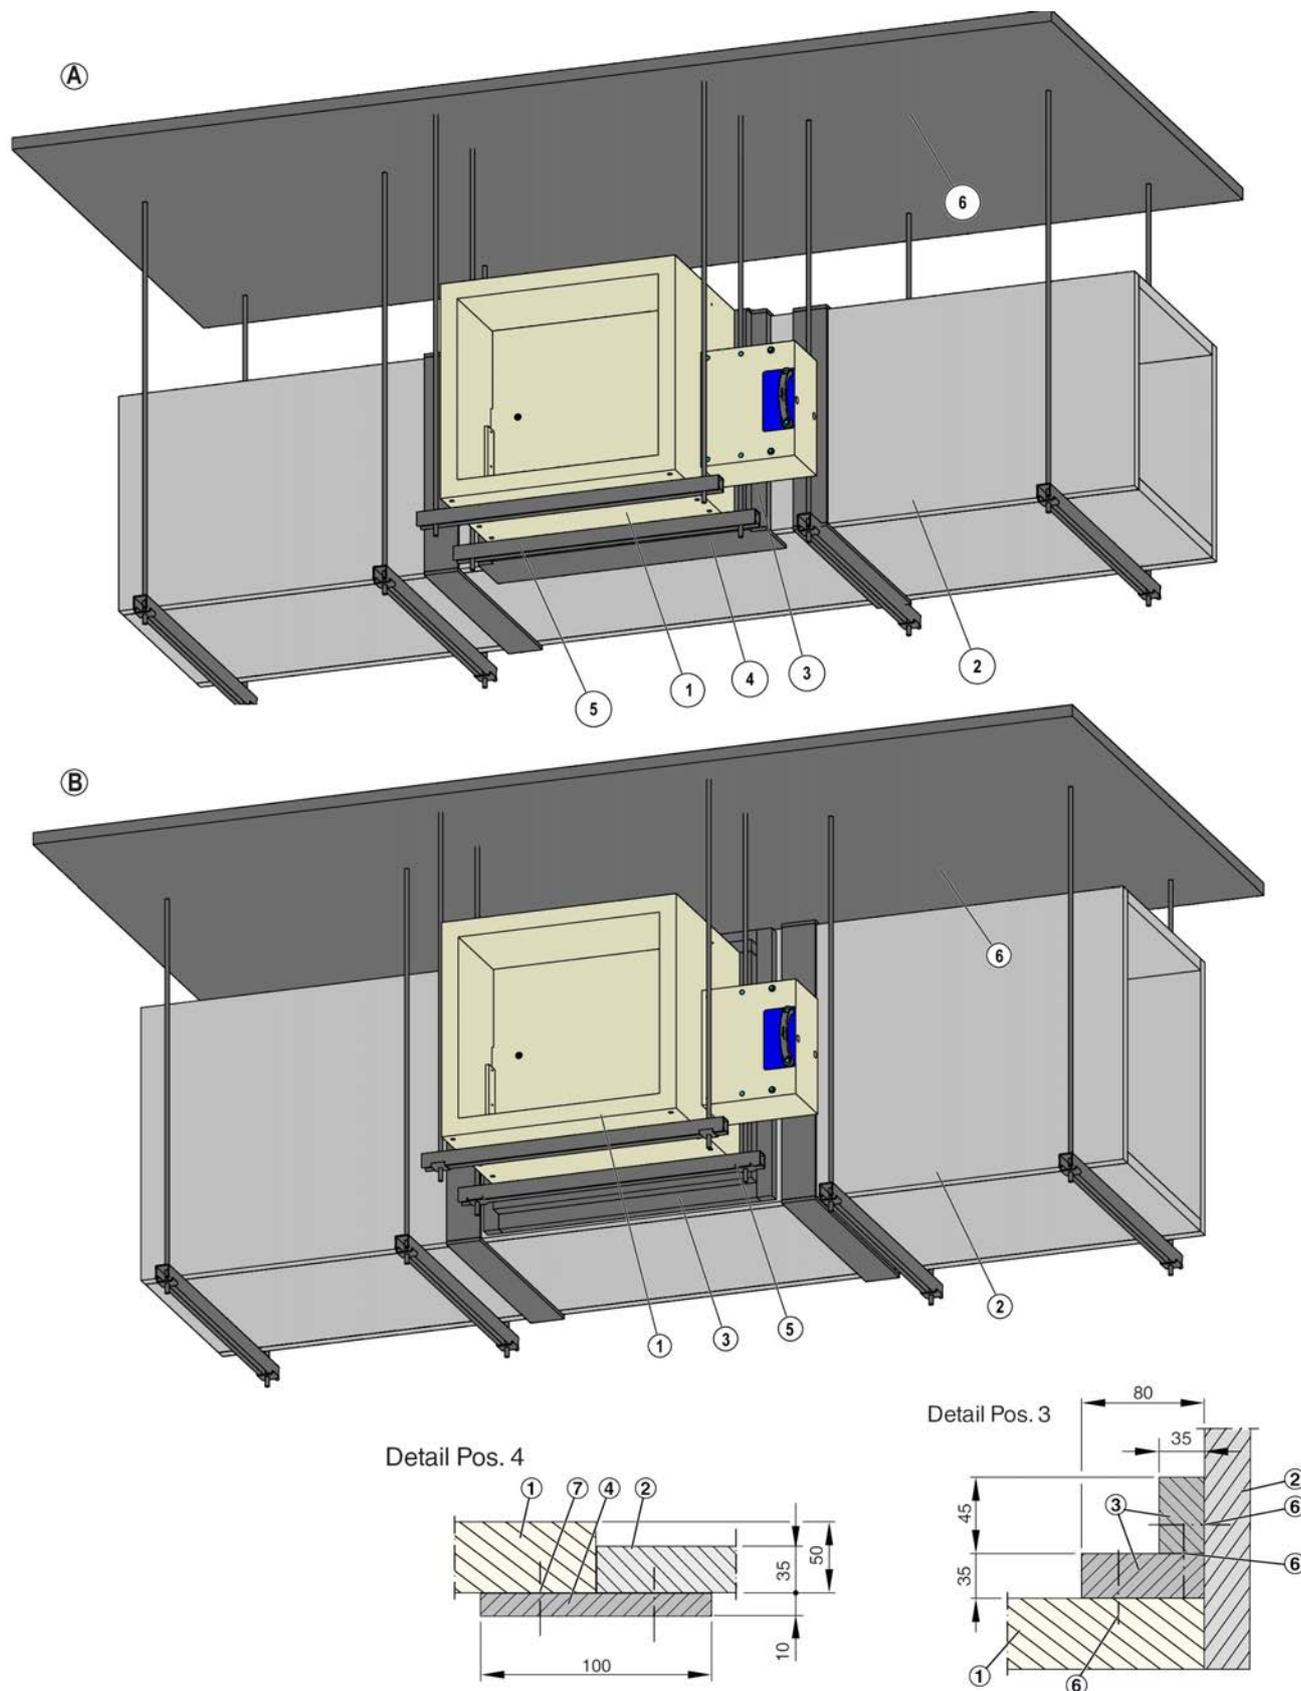

Fig. 21: Montage sur des gaines d'extraction de fumée horizontales résistantes au feu, indice de classement : v_{ed}
- ▶ Raccorder la gaine d'extraction de fumée résistante au feu au volet de désenfumage en plaçant une cornière (Voir la Fig. 21 /3) entre la gaine et le volet. Appliquer de la colle aux cornières au niveau des joints, sur la gaine d'extraction de fumée et le volet de désenfumage, puis relier les sections avec des agrafes en acier, distance $\leq 150 \text{ mm}$.